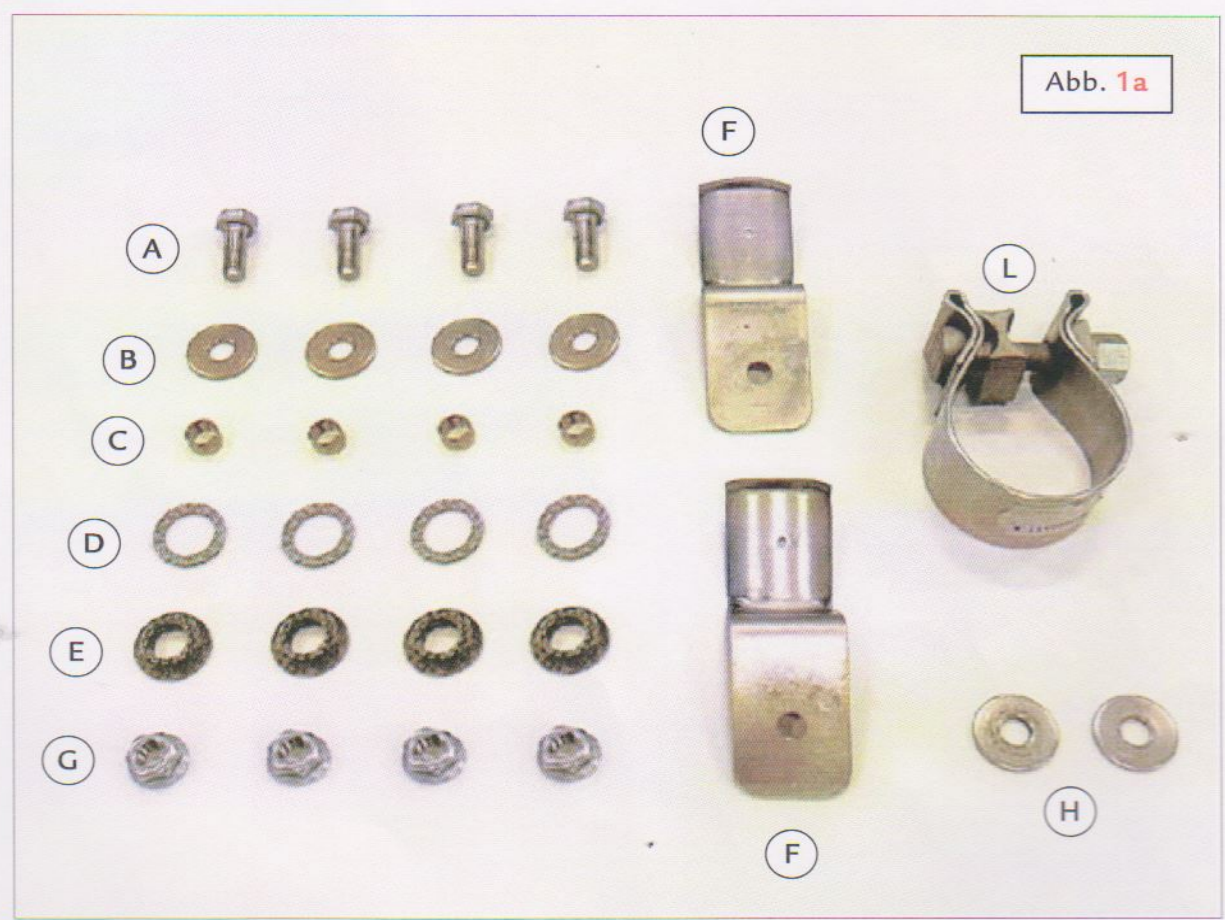

Abb. 1a
- › Alle Teile des "Kits Verstärkungsbügel Auspuffblenden" Code Nr. 70001334 (Abb. 1a - S. 2) auf die Auspuffrohre montieren, wie nach dem in Abb. 3 gezeigten Schema.